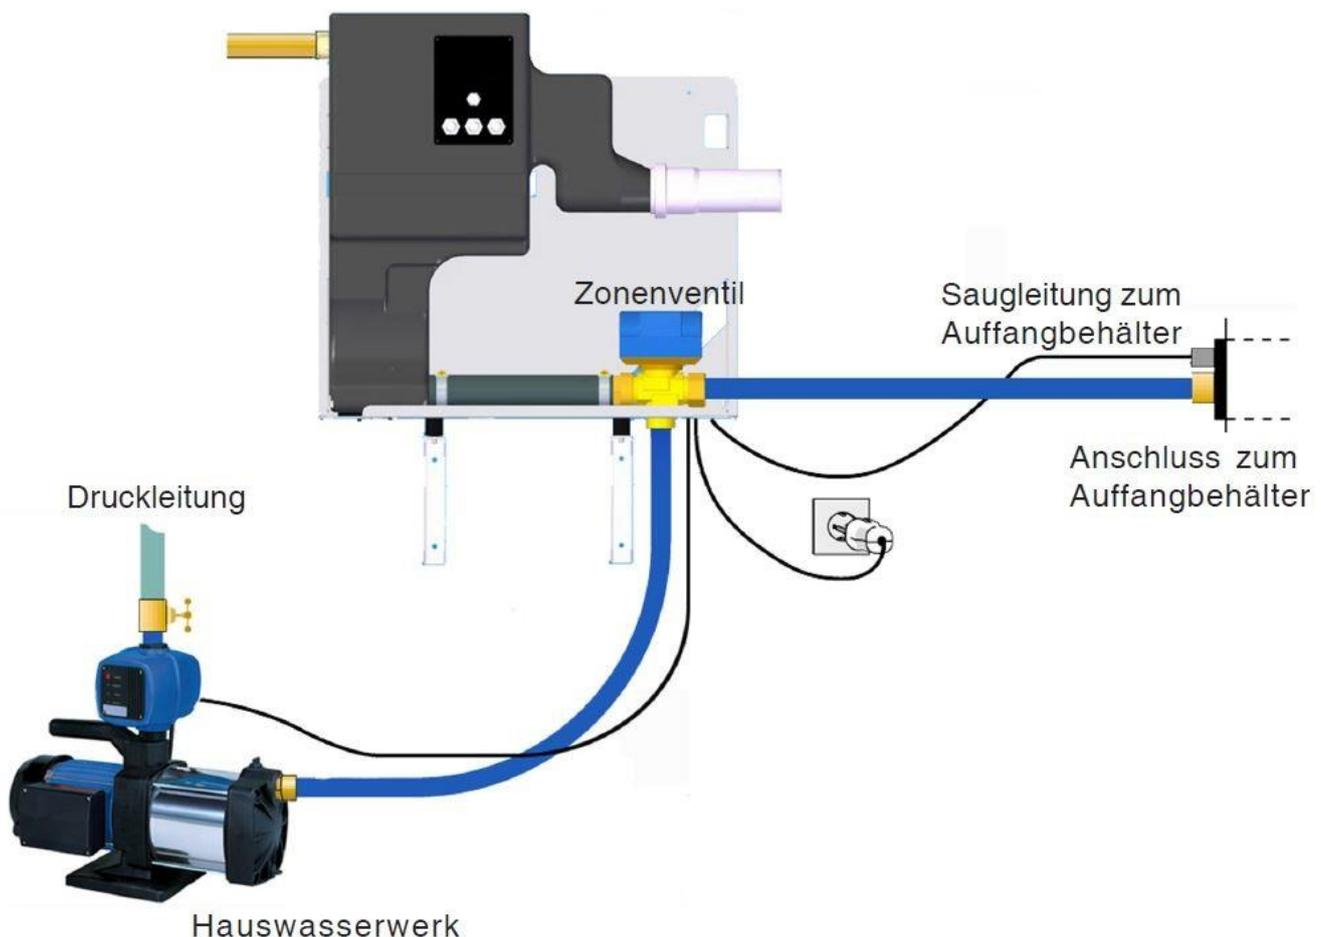

Bild 8.4.1.1
- Saugleitung mit dem Sauganschluss 1" AG sach- und fachgerecht verbinden (siehe Bild 8.4.1):